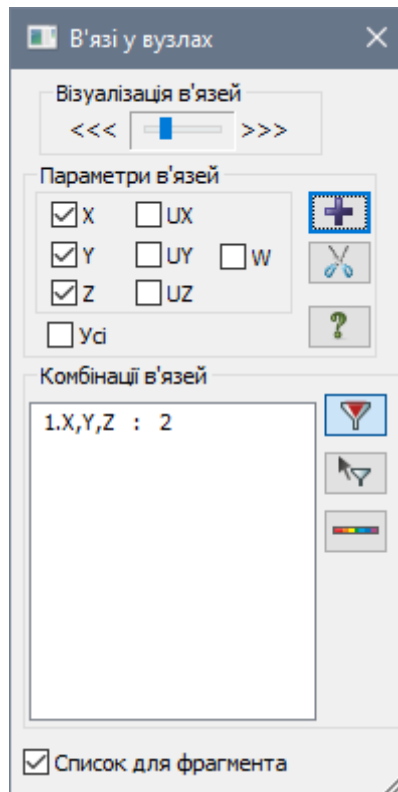

Рис. 5.8. Діалогове вікно В'язі у вузлах
- Натисканням по кнопці  – **В'язі** (панель **Жорсткості та в'язі** на вкладці **Створення та редагування**) відкрийте діалогове вікно **В'язі у вузлах** (рис. 5.8).